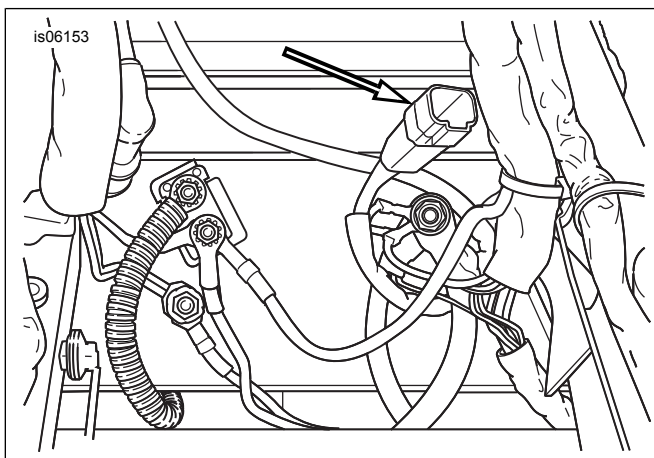

Figure 2. Emplacement du connecteur d'accessoires [4] (sous la selle)
2. Rechercher le connecteur d'accessoires à quatre voies [4] dans la zone sous le siège. Voir Figure 2. Enlever le bouchon du connecteur d'accessoires. Raccorder le faisceau de fils de rallonge de feu de porte-bagages (7) au connecteur d'accessoires.